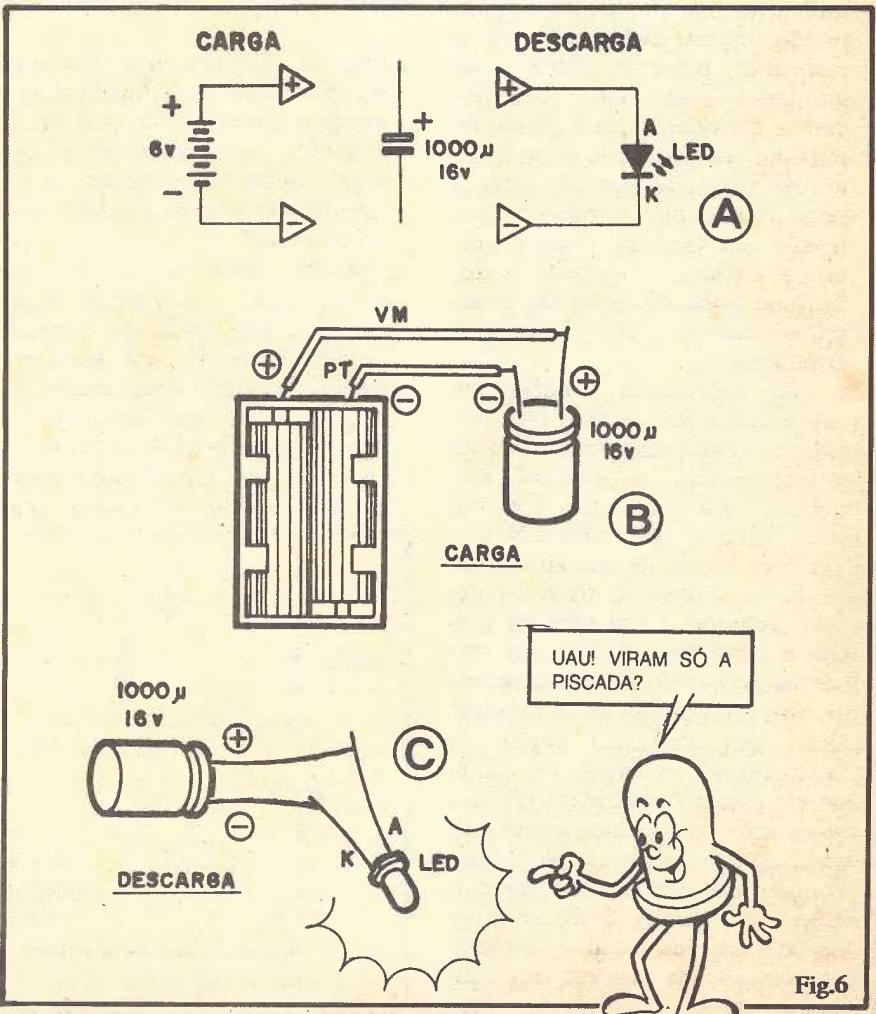

Fig. 6
FIG. 6-A - Mostra o “esquema” básico da experiência de “descarga” do capacitor eletrolítico, comprovada através de um LED. À esquerda vemos o símbolo do gerador, formado pelo conjunto de pilhas, perfazendo 6 volts. No centro temos o capacitor da experiência, que será “carregado” pelas pilhas e posteriormente “descarregado” através do LED.
FIG. 6-B - Promovendo a CARGA do capacitor. Basta ligar momentaneamente os fios do suporte de pilhas (já com as pilhas, é claro...) aos terminais do capacitor, OBEDECENDO À POLARIDADE, ou seja: o positivo das pilhas (fio vermelho) ao terminal positivo do capacitor, e o negativo das pilhas (fio preto) ao negativo do capacitor. Basta um ou dois segundos de “encosto” dos fios aos terminais, para que o capacitor assuma a carga... Em seguida, o capacitor pode ser separado das pilhas (o Leitor/Aluno não deve deixar os terminais do capacitor tocarem em nada, para evitar a descarga prematura...).
FIG. 6-C - Comprovando a “descarga”. Basta tocar momentaneamente os terminais do capacitor nos terminais do LED, RESPEITANDO AS POLARIDADES E CODIFICAÇÕES INDICADAS: positivo do capacitor no terminal de **anodo** (A) do LED e negativo do capacitor no terminal de **cátodo** (K) do LED. Assim que ocorre o toque, o LED “pisca”, rapidamente, indicando que foi percorrido por um pulso de corrente, obviamente proveniente do capacitor (uma vez que as pilhas não